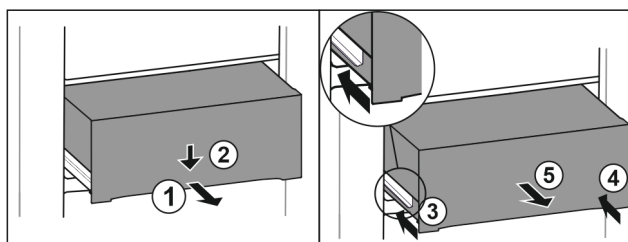

Fig. 172
- ▶ Vytiahnite zásuvku do polovice. Fig. 172 (1)
- ▶ Zatlačte zásuvku na prednej strane smerom nadol. Fig. 172 (2)
- ▶ Zasuňte ľavú koľajničku o cca 2 cm. Fig. 172 (3)
- ▶ Zasuňte pravú koľajničku o cca 2 cm. Fig. 172 (4)
- ▶ Odoberte zásuvku dopredu. Fig. 172 (5)